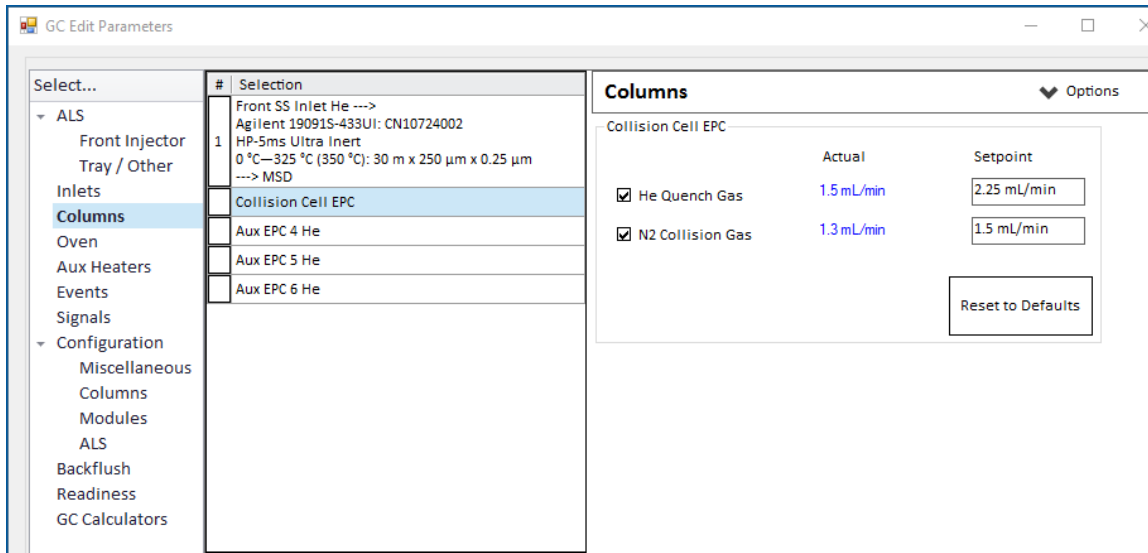

Figure 37. Configuration du débit de flux gazeux de la CC
- 2 Cliquer sur l'icône **Columns** (Colonnes) pour afficher l'écran de saisie des paramètres de commande pour la colonne et les modules de flux Aux. (Voir **Figure 37** page 137.)